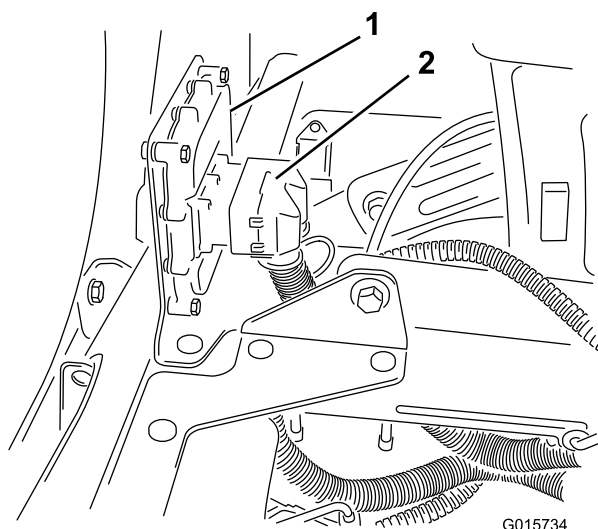

Рисунок 18
1. Для модели 5800: подсоедините клемму, находящуюся на жгуте проводки, к электронному регулятору и закрепите ее с помощью шестигранного торцового ключа (Рисунок 18).